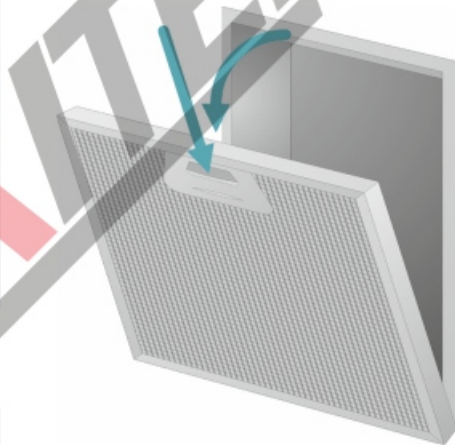

Рис.12 Снятие алюминиевого жироулавливающего фильтра
1. Нажмите на защелки на жироулавливателе фильтре и снимите фильтр. (Рис. 12)